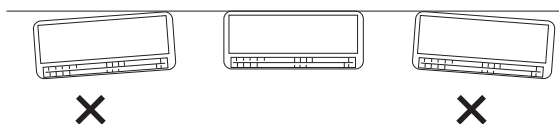

Fig. 3-3
(2) Praticare il for per la tubazione con una con fresa a corona con diametro di 70 mm.
(3) Con una livella o misurando con un metro verificare che il pannello sia perfettamente orizzontale. Questa condizione è importante per installare correttamente l'unità. (Fig. 3-3)